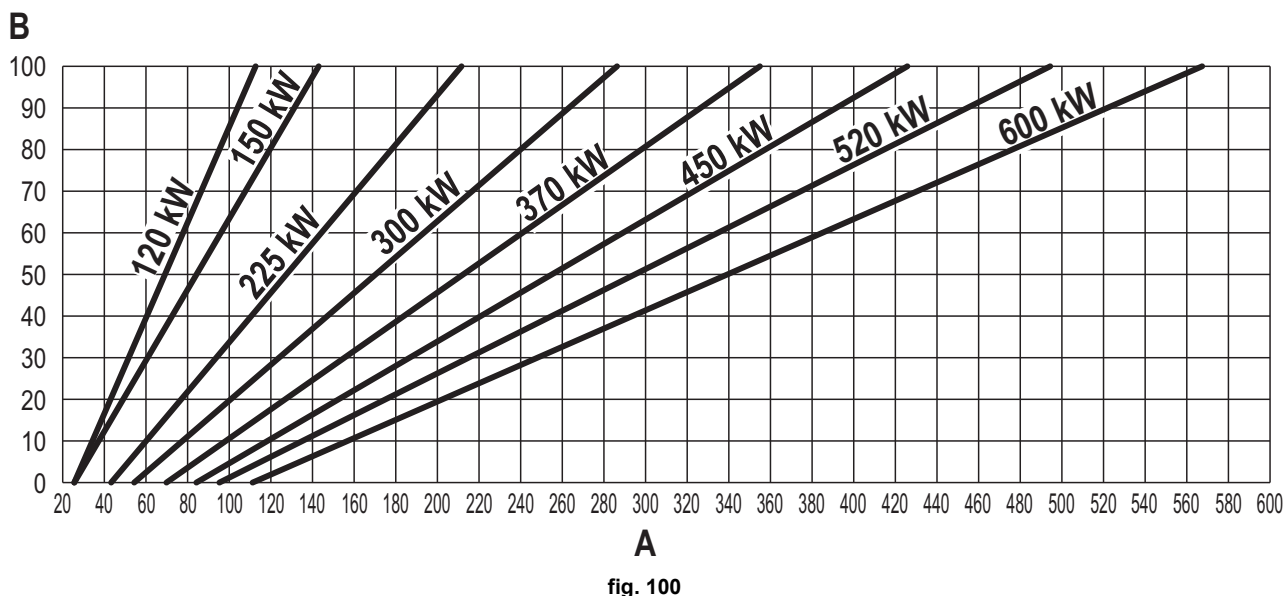

fig. 100
- Apăsați **tastele contextuale 1 și 2** pentru a mări sau a reduce puterea termică (minimă = 00 - maximă = 100). Consultați diagrama „Reglarea puterii termice” (fig. 100).